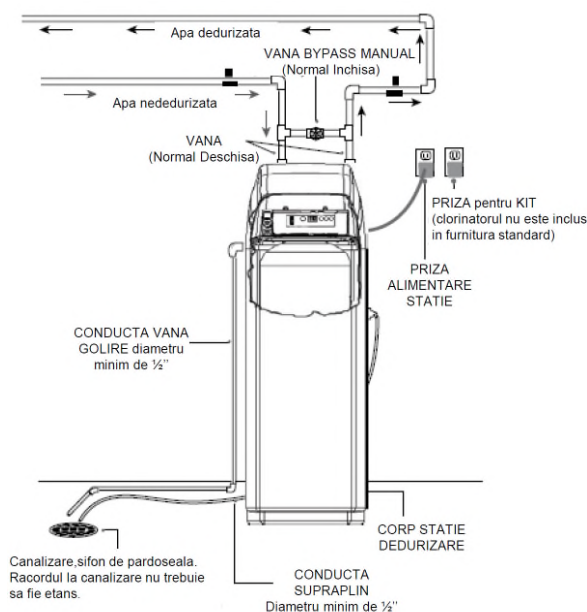

Figure 6
4. Închideți apa spre consumator. Deschideți robinetul de la cel mai înalt nivel din instalația sanitară și apoi cel mai de jos (nu se poate lucra la conducte cu apă în ele). Faceți modificările necesare la conducte pentru conectarea filtrului la instalația locuinței (vezi fig. 6)
7. Conectați conductele de intrare și ieșire. Filetele din placa vanei sunt 3/4" BSPT. Verificați ca intrarea apei să fie conectată în partea dreaptă (fig. 6)
### Conectările scurgerilor tipice (fig. 6)